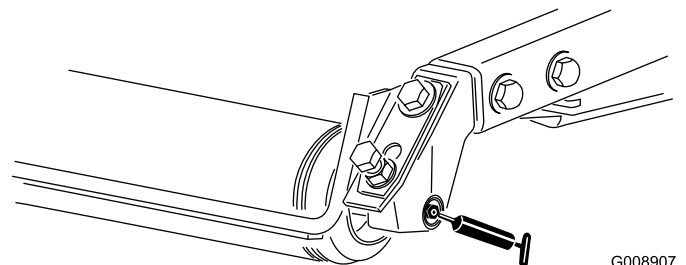

Bild 41
- Hintere Rollenlager (2 pro Mähwerk) (Bild 41)